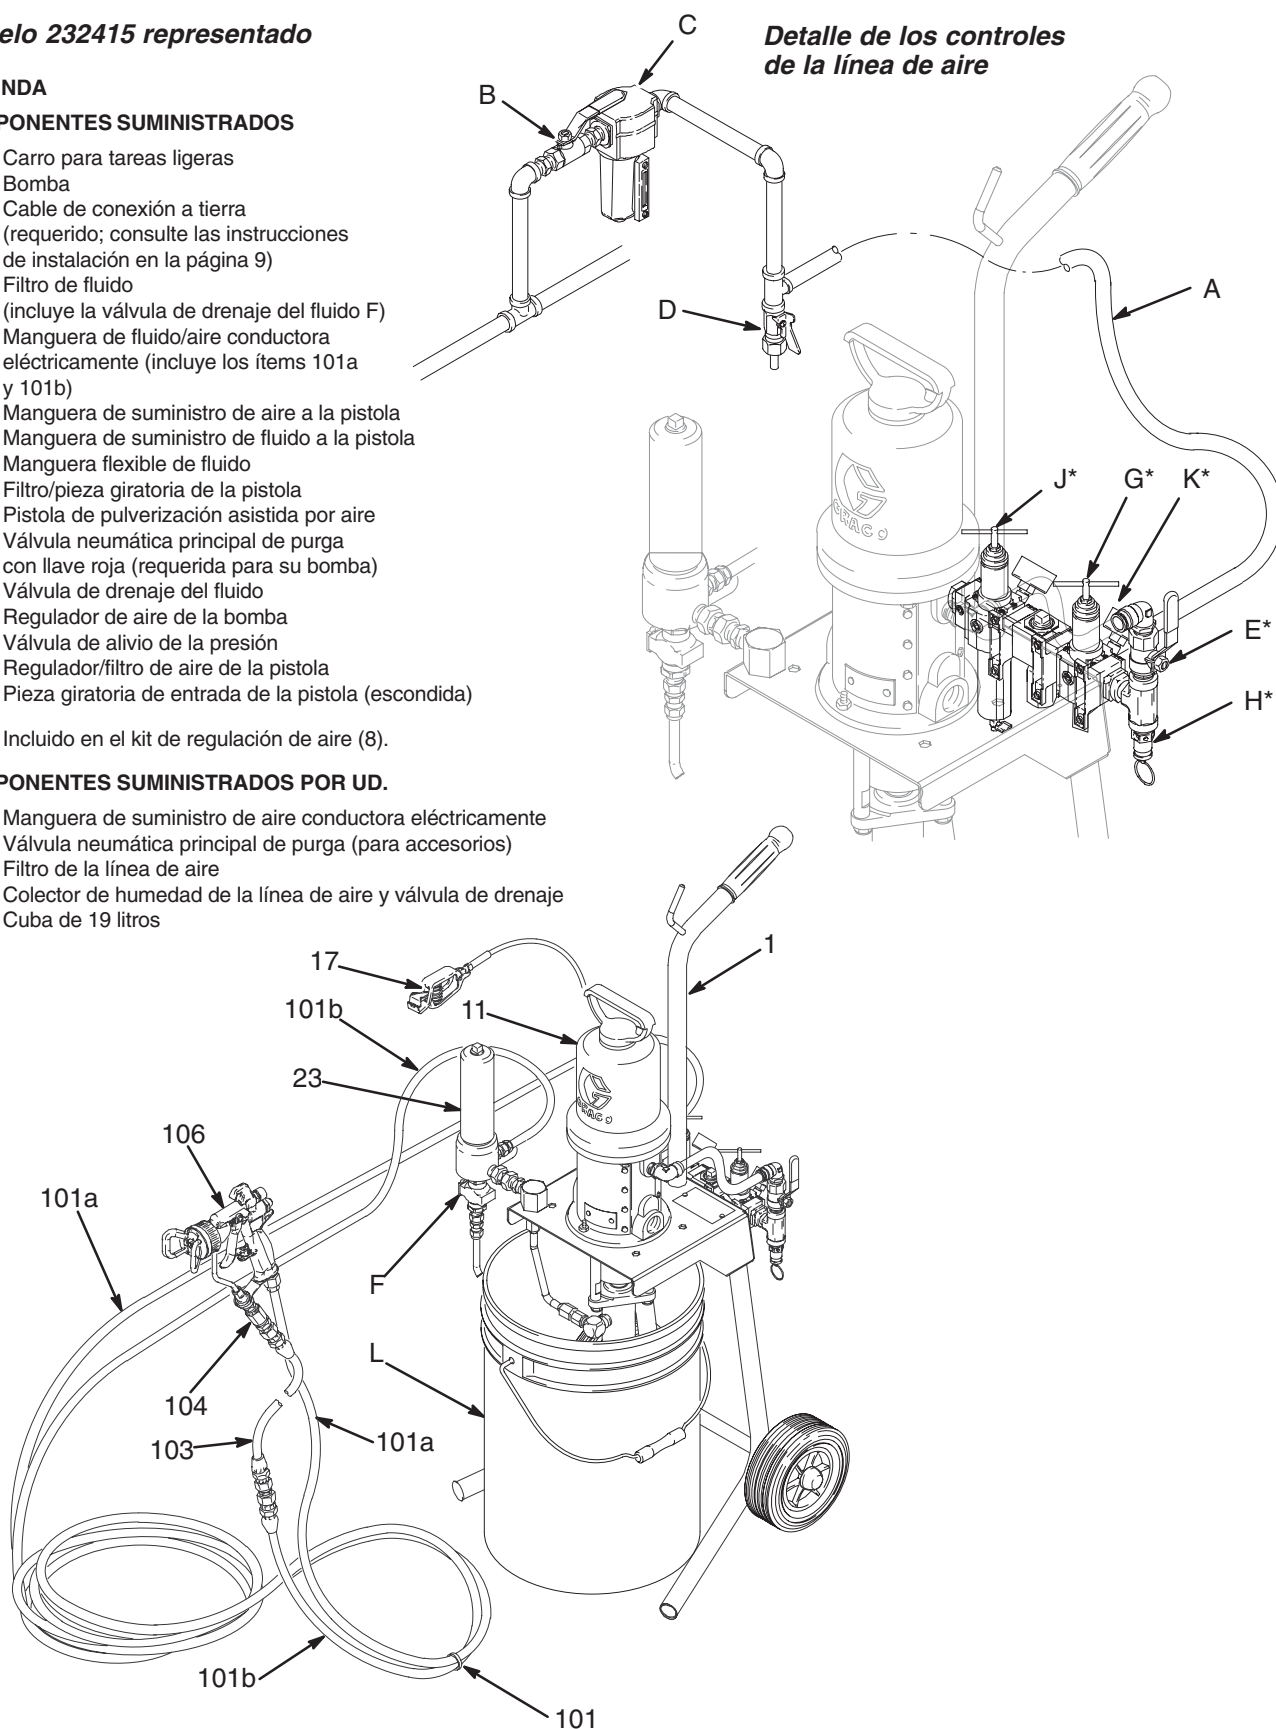

Fig. 1
La Fig. 1 se ofrece sólo como guía para la selección y la instalación de los componentes y accesorios del sistema. Contacte a su distribuidor Graco para obtener información sobre la planificación del sistema de acuerdo con sus necesidades específicas.
Consulte la Fig. 1. Conecte una línea de suministro de aire comprimido desde el compresor de aire hasta la bomba. Compruebe que todas las mangueras de aire tienen el tamaño adecuado y que están homologadas para la presión de su sistema. Utilice únicamente mangueras conductoras eléctricamente. La manguera de aire (A) debe estar provista de una rosca de 3/8 npsm(m).
Consulte la Fig. 1.